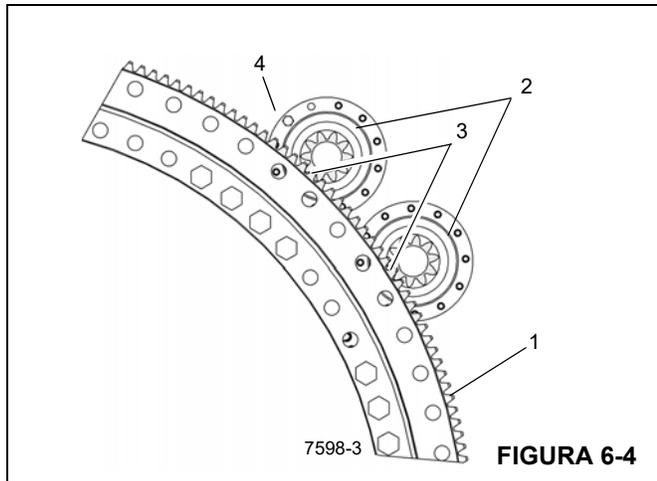

FIGURA 6-4
5. Oriente la corona dentada de modo que su punto de excentricidad máxima ("punto alto") se encuentre entre los mandos de giro. Coloque los mecanismos de giro de modo que el piñón quede centrado dentro de la muesca recortada en la base y que las lumbreras del motor queden orientadas hacia el lado exterior (Figura 6-4).
**NOTA:** Ajuste el engrane de los dientes (3) (Figura 6-4) para obtener un juego entre dientes de 0.25 pulg (6.4 mm). Gire el cojinete (1) una revolución mientras revisa el juego entre dientes en incrementos de 90°.